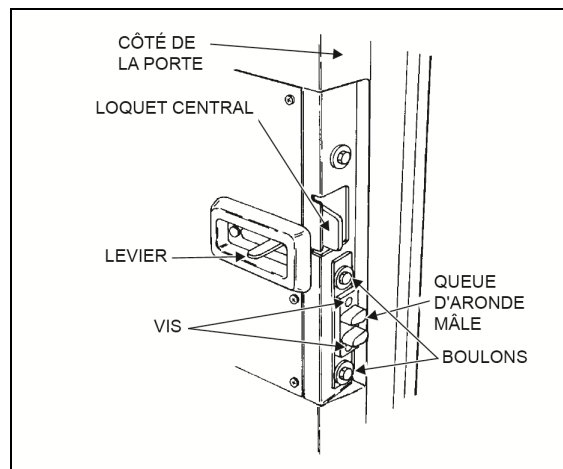

FIGURE 19 : LOQUET DE LA PORTE (AUTOCAR)
- Pour régler la queue d'aronde mâle sur le côté gauche de la porte, enlever les deux vis et desserrer les deux boulons. Faire glisser la queue d'aronde mâle vers l'intérieur et visser les deux boulons, sans serrer. Fermer doucement, mais fermement la porte, puis l'ouvrir lentement et serrer les deux boulons. Fixer la queue d'aronde à la porte avec des vis. Voir la Figure 19.